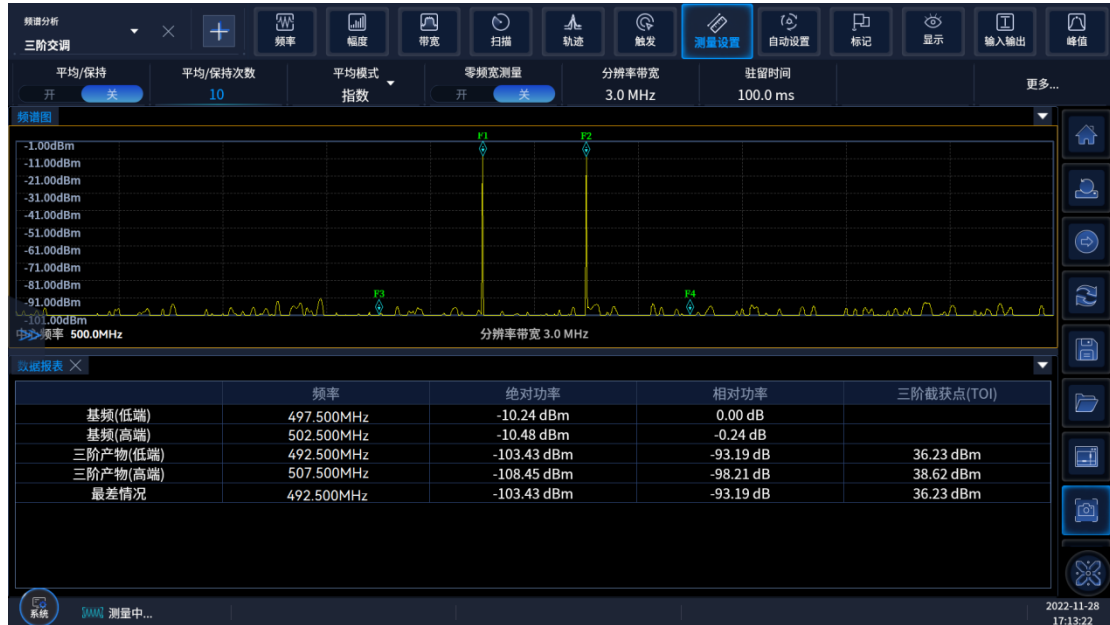

图 4.25 三阶交调测量结果
- 三阶交调测量结果显示如图 4.25 所示。数据报表窗口显示了基波频率和功率，以及三阶交调产物的频率和功率，并给出了三阶截获点。